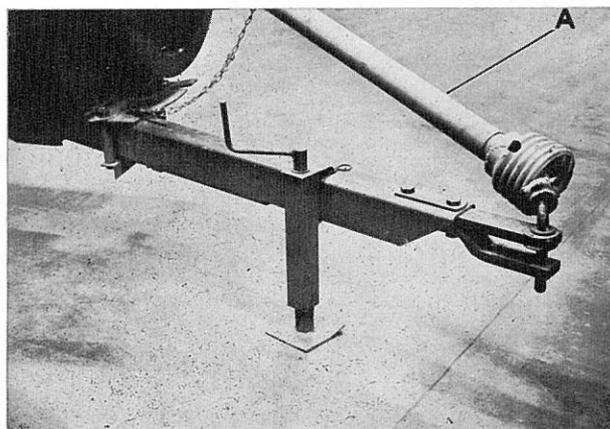

FIG. 16
Tube télescopique de prise de force ....	A fig. 16
Protecteur plastique de prise de force (2) ....	fig. 16